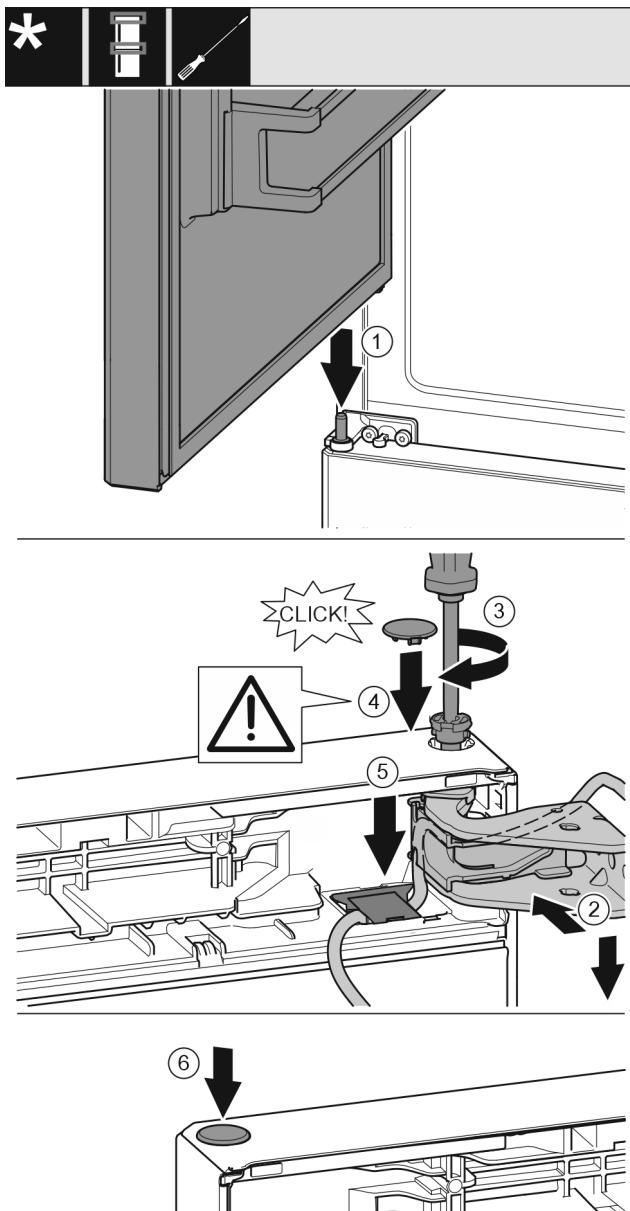

Fig. 42
- Τοποθετήστε την επάνω πόρτα στον μεσαίο πείρο Fig. 42 (1)
- Ευθυγραμμίστε την πόρτα επάνω με το άνοιγμα στο στήριγμα. Fig. 42 (2)
- Τοποθετήστε τον πείρο και σφίξτε με κατσαβίδι T15. Fig. 42 (3)
- Τοποθετήστε το κάλυμμα ασφάλισης για την ασφάλιση της πόρτας: Τοποθετήστε το κάλυμμα ασφάλισης και ελέγχετε εάν εφαρμόζει στην πόρτα. Διαφορετικά, τοποθετήστε ολόκληρο τον πείρο. Fig. 42 (4)
- Τοποθετήστε το κάλυμμα και πιέστε το προς τα κάτω μέχρι να κουμπώσει. Fig. 42 (5)
- Τοποθετήστε την τάπα. Fig. 42 (6)